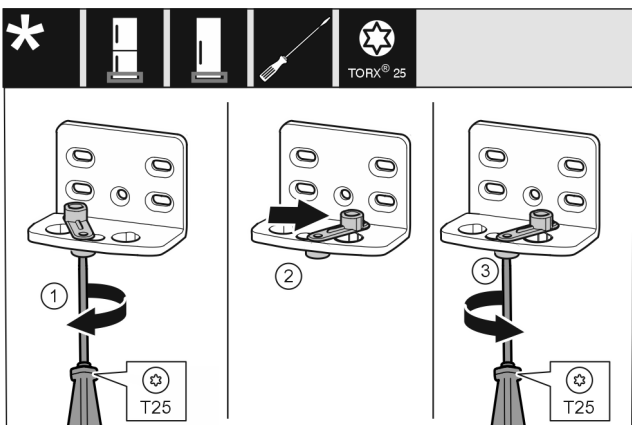

Fig. 14
- ▶ Βιδώστε πρόχειρα τη βίδα με κατσαβίδι T25. Fig. 14 (1)
- ▶ Ανασηκώστε το βοήθημα κλεισίματος πόρτας και περιστρέψτε 90° προς τα δεξιά στην τρύπα. Fig. 14 (2)
- ▶ Σφίξτε τη βίδα με κατσαβίδι T25. Fig. 14 (3)